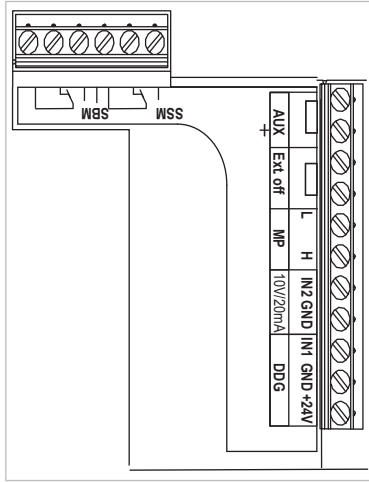

Fig. 24: Kumanda klemensleri
- Kumanda klemensleri (Fig. 24)